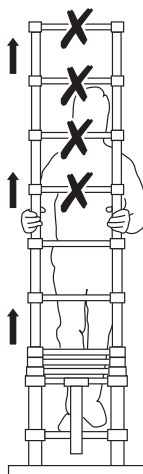

Fig. 4
- c. Nunca trabaje de pie sobre los cuatro peldaños superiores (Fig. 4), y asegúrese de que la escalera esté al menos un metro más alta que el escalón en el que está de pie (Fig. A).